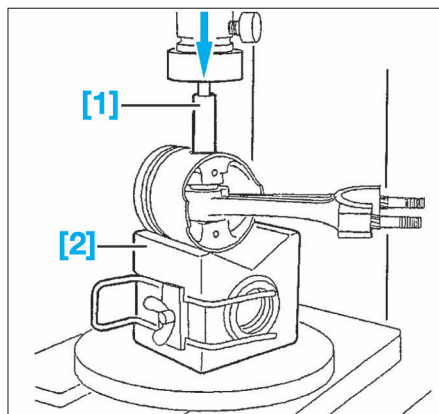

FIG. 42
- [1]. Mandrin (outil 0139-B + 0132-D2Z) de pose de l'axe de piston (Fig.42 et 43).
- [2]. Support en "V" du piston (Fig.42 et 43).
- Placer la tête du piston sur un support en "V" (2) et aligner l'axe de piston avec le trou de dégagement (Fig.42).